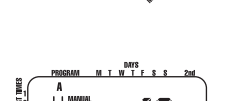

ILUSTRACIÓN 11: Riego manual sólo del programa A o B
- Para activar el período de riego asignado a las estaciones del programa A únicamente, pulse la tecla **MANUAL**, seguida de la tecla **NEXT (SIGUIENTE)**. Esto activará las estaciones con periodos de riego asignados únicamente en el programa A. Para iniciar el riego semiautomático, pulse **ENTER** [Vea la ilustración 11].